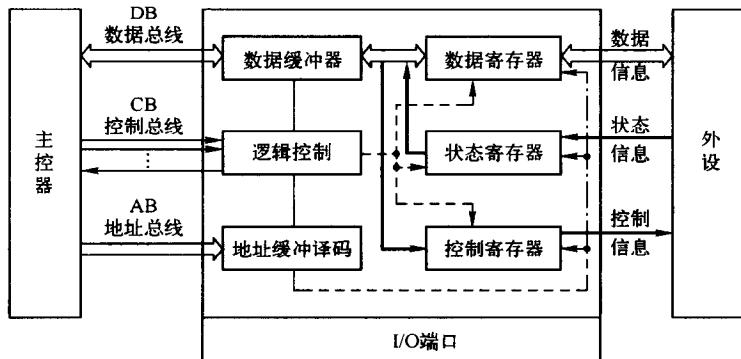

图 1-3 接口电路与系统的连接方式及结构
2. 接口电路与系统的连接方式及结构(如图1-3所示)
由图1-3可以看出,数据信息、状态信息、控制信息,都是以数据的形式通过总线进行传送。各类信息在接口中分别进入不同的寄存器,一般称这些寄存器为I/O端口。每个端口都有一个端口地址,供CPU进行读/写操作。对输入/输出数据起缓冲作用的端口叫数据端口。用来存放外部设备或接口部件本身现有状态信息的端口叫状态端口。用来存放主控器发出的控制指令,以便控制接口外设动作的端口叫控制端口。主控器通过访问这些端口来了解外设的状态,控制外设的工作,以及与外设之间进行数据传输,传输数据的方向由读/写控制信号来决定。